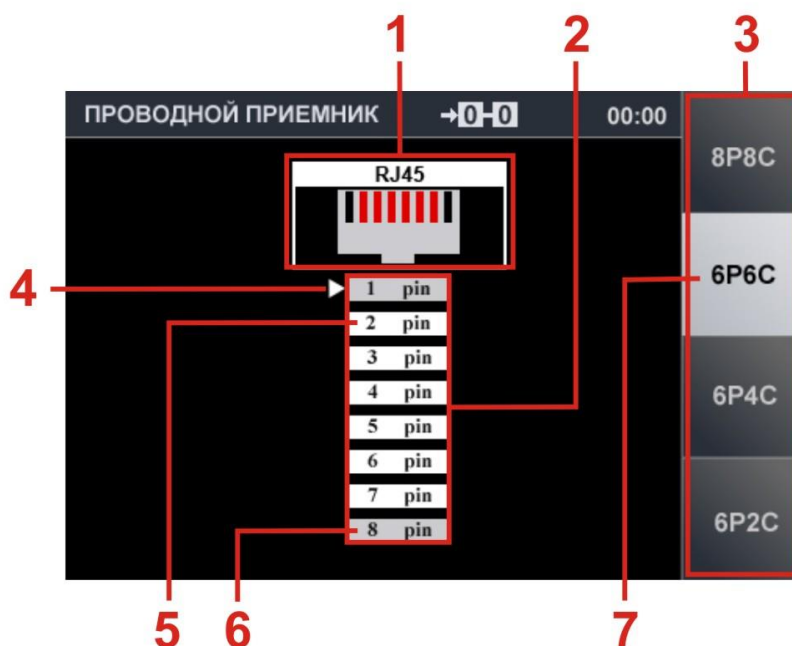

Рис.37
Для включения режима «НАСТРОЙКА КОММУТАТОРА» необходимо нажать кнопку «FUNC». Вид экрана прибора представлен на рис.37.
**Цифрами на рис.37 обозначено:**